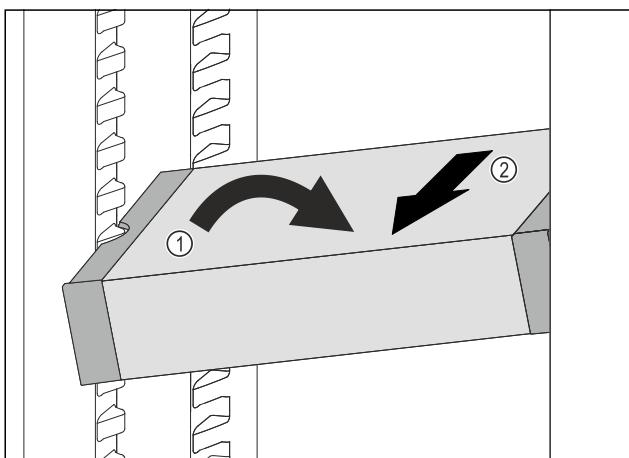

Fig. 41
- Встановити VarioSafe під кутом в охолоджувальному відділенні. Fig. 41 (1)
- Витягнути VarioSafe вперед. Fig. 41 (2)